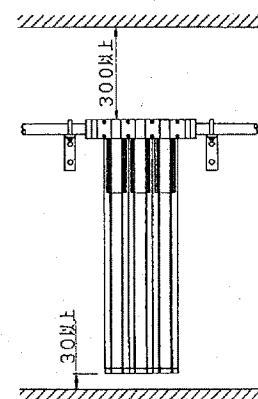

図4
1) 配管から吊り下げて取付ける場合や前後に直接フィルタ等を連結する場合は、スーパードライヤの入口と出口の配管を固定してください。(図4参照)